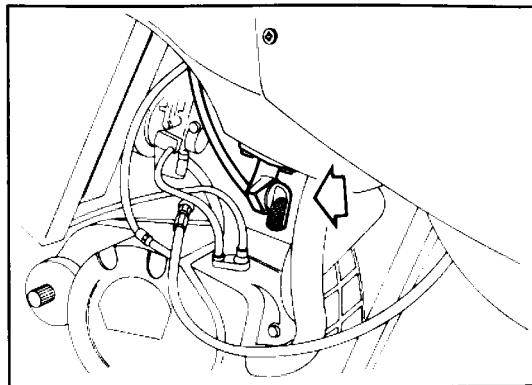

Fig. 6
- Aprire il rubinetto serbatoio (fig. 6).